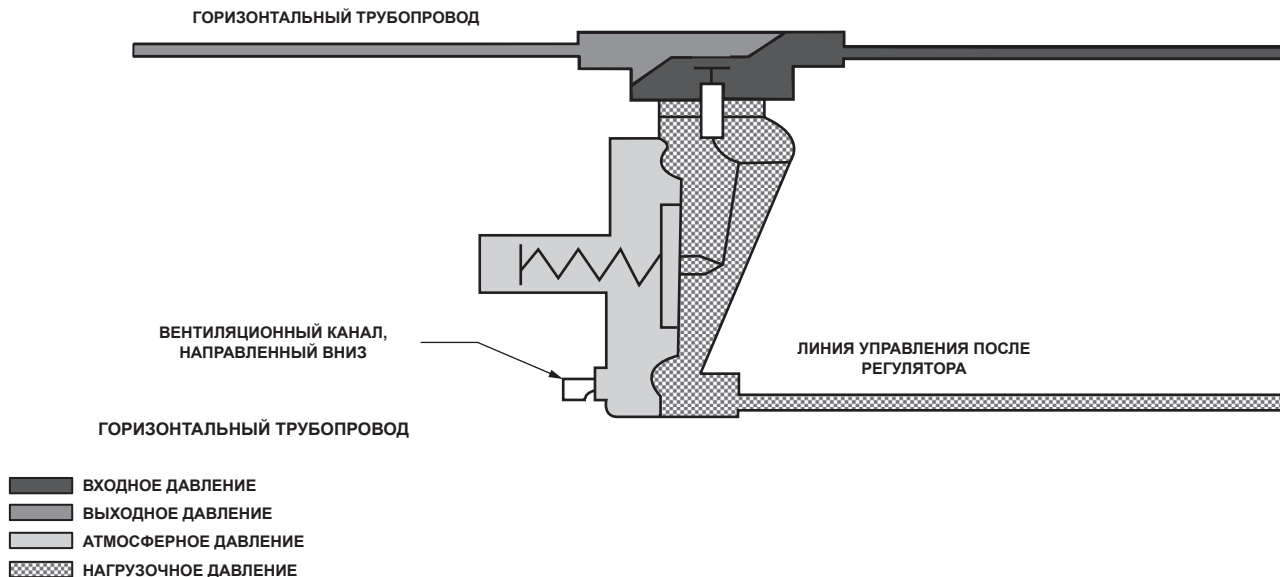

Рис. 3. Дренаж кожуха привода регулятора модели T205B
2. Регулятор может быть установлен в любом положении, при условии что направление потока газа через регулятор совпадает с направлением, указанным стрелкой на корпусе регулятора. Для достижения заявленных пропускных способностей при низком заданном значении необходимо, чтобы кожух пружины был направлен вниз, как показано на рис. 1. Чтобы обеспечить полный слив корпуса привода, регулятор следует устанавливать в соответствии с рис. 3. Если во время обследования или технического обслуживания регулятора система должна продолжать работу, необходимо установить трехклапанный байпас вокруг регулятора.